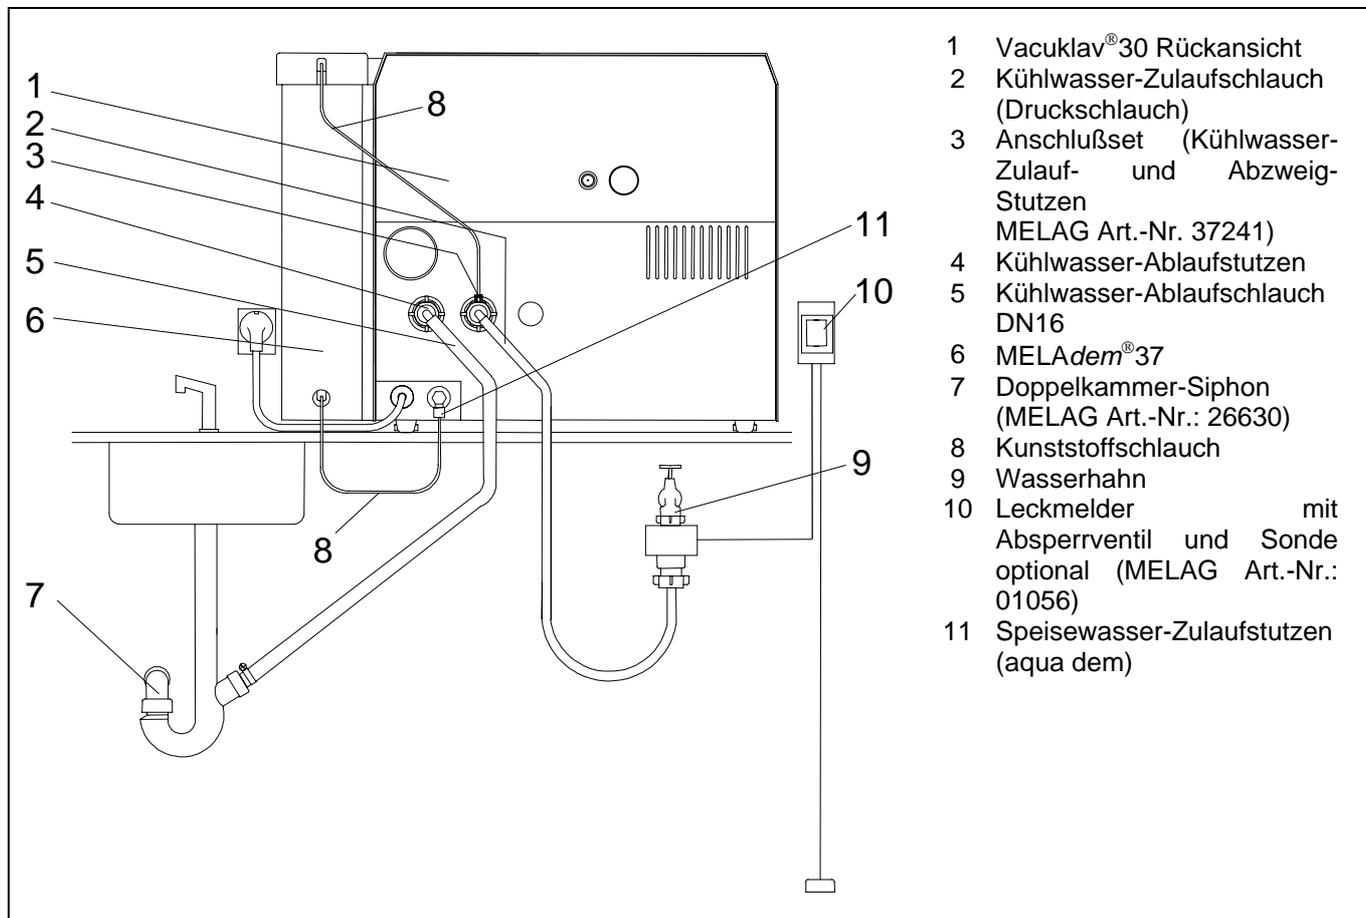

Abbildung 8: Anschluß an den Vacuklav®30-B
3. Schrauben Sie den Zulaufschlauch (2) aus dem Gerät heraus.
4. Schrauben Sie den Kühlwasser-Abzweig-Stutzen (3) in das Gerät. Auf den Kühlwasser-Abzweig-Stutzen (3) schrauben Sie den Zulaufschlauch (2).
5. Befestigen Sie nun die Kunststoffschlauchleitungen (8) für die MELAdem®37 (6) an den vorhandenen Schnellverschraubungen (wie in Abbildung 8).
**Tips zur Schlaucheinstallation an MELAdem®37 (8).** Dafür werden von dem beiliegenden Kunststoffschlauch mit einem Schlauchschneider oder mit einem scharfen Messer 2 Stück in der erforderlichen Länge zugeschnitten. Zum besseren Aufschieben der Überwurfmutter am unteren Kunststoffschlauch ist es ratsam, die Durchführungstülle am Filtergehäuse auszuknöpfen und mit auf den Kunststoffschlauch zu fädeln. Auf die Schlauchenden wird jeweils eine Überwurfmutter der Metall-Schnellverschraubung und bei den Kunststoff-Schnellverschraubungen zusätzlich ein Schneidring aufgeschoben und das Schlauchende anschließend bis zum hinteren Anschlag (**wichtig!**) auf die Tülle der Schnellverschraubung geschoben. **Bei den Kunststoffverschraubungen genügt festes Anziehen von Hand!** Nach dem handfesten Anziehen der metallischen Überwurfmutter sollte mit einem Maulschlüssel noch ca. eine viertel Umdrehung nachgezogen werden. Es folgt das Einknöpfen der Durchführungstülle.